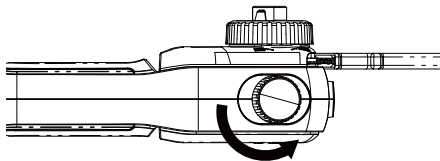

Abb. 14
2. Reinigen Sie den Bereich um den Öltankdeckel mit einem Tuch und schrauben Sie den Deckel ab, indem Sie ihn gegen den Uhrzeigersinn drehen. (Abb. 14)